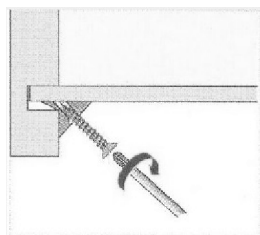

Рис.9
9. Поставьте шкаф вертикально. С помощью отвертки через отверстия на детали 2 отрегулируйте шкаф. Вставьте трубу в держатели для трубы, на полкодержатели установите детали 11 (Рис. 9).